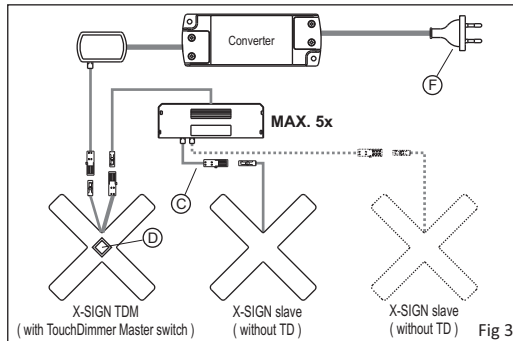

Fig 3
- Fissare la staffa (A) utilizzando le viti (B) in confezione.
- Accoppiare quindi il faretto (B) facendo corrispondere i ganci presenti nella staffa con i relativi fori sul faretto e quindi incastrarlo a pressione.
- Eseguire il collegamento elettrico dei faretti all'alimentatore rispettando lo schema di collegamento (fig. 3,4,5,6) utilizzando se necessario eventuali prolunghe (C) fornite in confezione.
- Collegare la spina (F) dell'alimentatore ad una presa di corrente alternata (230V 50/60Hz).
**X-SIGN TDM** e **X-SIGN 4F TDM** si riferiscono a configurazioni degli apparecchi che integrano un interruttore elettronico dimmerabile (D) che consente accensione, spegnimento e regolazione dell'intensità luminosa. Come indicato nella sezione **INSTALLAZIONE**, questi possono essere installati singolarmente o in abbinamento con **X-SIGN** oppure con **X-SIGN 4F** (apparecchi senza interruttore) per consentire l'accensione, lo spegnimento e la regolazione contemporanea di tutti gli apparecchi.
- Fix the bracket (A) using the screws (B) in the packaging.
- Thus couple the light (B) by matching the hooks present in the bracket with the relative holes on the light and thus pressure-couple it.
- Electrically connect the lights to the power supply complying with the wiring diagram (fig. 3,4,5,6) using the extensions (C) provided in the packaging if necessary.
- Connect the power supply plug (F) to an alternating current socket (230V 50/60Hz).
**X-SIGN TDM** and **X-SIGN 4F TDM** refer to configurations of the equipment integrating a dimmable electronic switch (D) which enables switching on, switching off and adjusting light intensity. As indicated in the INSTALLATION section, these can be installed alone or combined with **X-SIGN** or with **X-SIGN 4F** (switch-less equipment) to enable switching on, switching off and adjusting all equipment simultaneously. The apparatus can be easily switched on and off by touching the switch (D).
- Die Halterung (A) mit den im Lieferumfang enthaltenen Schrauben (B) befestigen.
- Anschließend den Strahler (B) so annähern, dass die an der Halterung vorhandenen Haken mit den entsprechenden Löchern am Strahler übereinstimmen und den Strahler bis zum Einrasten andrücken.
- Die Strahler unter Einhaltung des Schaltplans (Abb. 3, 4, 5, 6) an die Stromversorgung anschließen. Dabei gegebenenfalls die im Lieferumfang enthaltenen Verlängerungen (C) verwenden.
- Den Stecker (F) des Konverters an eine Steckdose mit Wechselstrom anschließen (230V-50/60Hz).
**X-SIGN TDM** und **X-SIGN 4F TDM** beziehen sich auf die Konfiguration von Leuchten, mit integriertem dimmbarem, elektronischem Schalter (D), wodurch das Ein- und Ausschalten und das Regulieren der Lichtstärke möglich ist. Wie unter INSTALLATION angegeben, können diese sowohl einzeln als auch in Kombination mit **X-SIGN** oder **X-SIGN 4F** (Leuchten ohne Schalter) installiert werden, um ein gleichzeitiges Ein- und Ausschalten und das Regulieren aller Leuchten zu ermöglichen. Das Ein- und Ausschalten der Leuchten erfolgt ganz einfach durch eine schnelle Berührung des Schalters (D). Ein längeres Berühren des Schalters ermöglicht die Regulierung der Lichtstärke, sie kann erhöht oder verringert werden. Ein kurzes Aufblinker der Leuchten zeigt an, dass die maximale Helligkeit erreicht ist. Die gewählte Lichtstärke wird bis zur nächsten Regulierung gespeichert.
- Fixer le support (A) à l'aide des vis (B) se trouvant dans l'emballage.
- Coupler ensuite le spot (B) en faisant correspondre les crochets du support avec les trous correspondants sur le spot, puis presser pour l'encastrer.
- Effectuer le raccordement électrique des spots à l'alimentation comme indiqué sur le schéma de branchement (Fig. 3,4,5,6) en utilisant si nécessaire les rallonges (C) présentes dans l'emballage.
- Brancher la fiche (F) de l'alimentation sur une prise secteur (230 V 50/60 Hz).
**X-SIGN TDM** et **X-SIGN 4F TDM** se réfèrent à des configurations d'appareils intégrant un interrupteur électronique à variation d'éclairage (D) permettant l'allumage, l'extinction et le réglage de l'intensité lumineuse. Comme indiqué à la section INSTALLATION, ces types d'appareils peuvent être installés seuls ou en combinaison avec **X-SIGN** ou avec **X-SIGN 4F** (appareils sans interrupteur) pour permettre d'allumer, d'éteindre et de régler tous les appareils simultanément. L'allumage et l'extinction de l'appareil se fait simplement par une rapide pression sur l'interrupteur (D). Une pression prolongée permet de régler l'intensité lumineuse, la diminuant ou l'augmentant. L'appareil clignote brièvement pour indiquer que la luminosité maximale est atteinte. Le niveau de luminosité sera mémorisé jusqu'au prochain réglage.
- Asegure el soporte (A) con los tornillos (B) que vienen en el paquete.
- A continuación, acople el foco (B) haciendo coincidir los ganchos del soporte con los orificios correspondientes en el foco y luego encájelo a presión.
- Realizar la conexión eléctrica de los focos a la fuente de alimentación respetando el esquema de conexión (figs. 3, 4, 5, 6) y utilizando, si fuese necesario, extensiones para la conexión (C) suministradas en el paquete.
- Conecte el enchufe (F) de la fuente de alimentación a una toma de corriente alterna (230V 50 / 60Hz).
**X-SIGN TDM** e **X-SIGN 4F TDM** se refieren a configuraciones de los aparatos que incorporan un interruptor electrónico regulable (D) que permite el encendido, el apagado y la regulación de la intensidad luminosa.